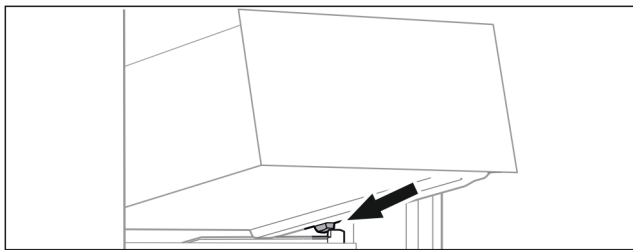

Fig. 75
- ▶ Stavite ladicu ukoso iza zaustavljača na žlijeb spremnika. (pogledajte Fig. 75)